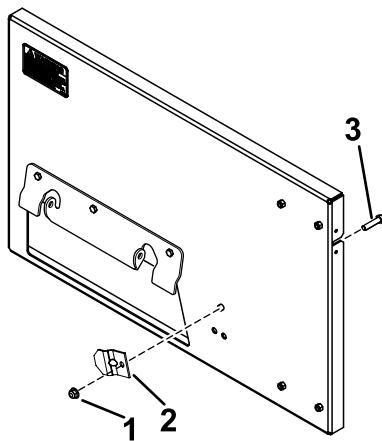

Figura 3
3. Instale la abrazadera en el ensacador y el adaptador con un perno ($\frac{3}{8}$ " x $\frac{3}{4}$ ") y una contratuerca ($\frac{3}{8}$ "); Figura 3.